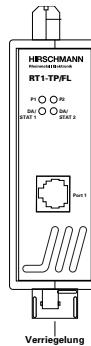

Abb. 7: Demontage des RT1-TP/FL
- Hängen Sie die oberen Rasthaken des RT1-TP/FL in die Hutschiene ein, fahren Sie mit einem Schraubendreher waagerecht unterhalb des Gehäuses in den Verriegelungsschieber und ziehen diesen nach unten (vgl. Abb. 7, Demontage) und drücken Sie die Unterseite des
Um den RT1-TP/FL von der Hutschiene zu demontieren, fahren Sie mit einem Schraubendreher waagerecht unterhalb des Gehäuses in den Verriegelungsschieber, ziehen diesen – ohne den Schraubendreher zu kippen – nach unten und klappen den RT1-TP/FL nach oben (Abb. 7).